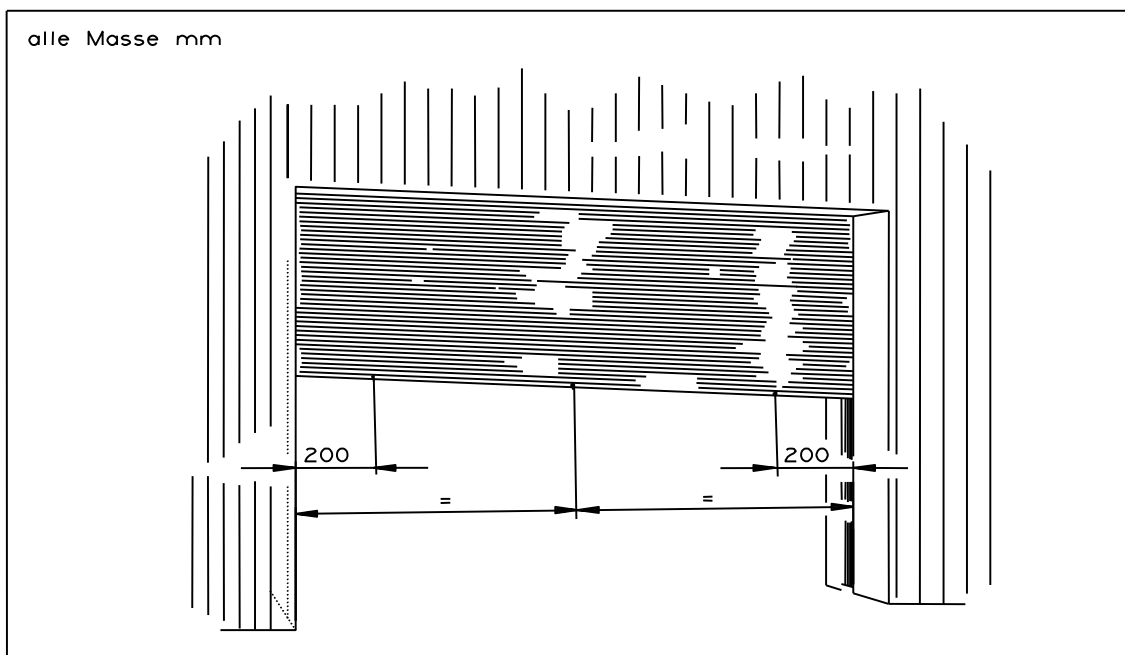

Figure 6: Points de mesure sur le chant d'une porte coulissant verticalement. et à la hauteur d'ouverture de:
- situés au milieu du chant inférieur de la porte, comme indiqué dans la figure 6 ci-dessous, à: